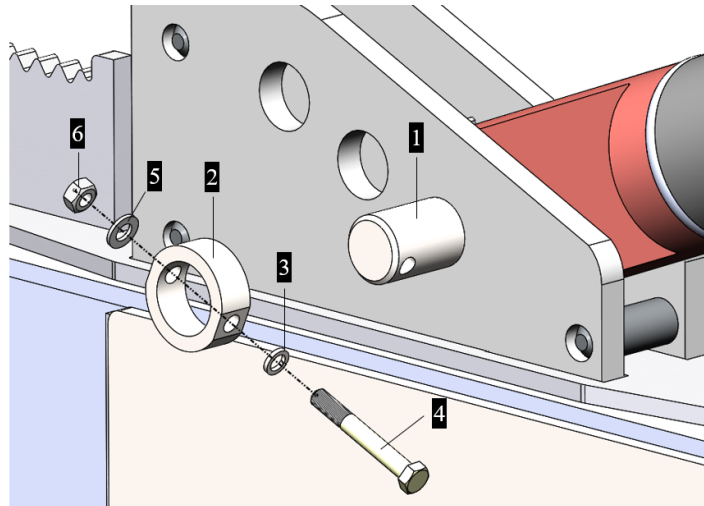

Рисунок 3.72. Демонтаж пальца гидроцилиндра перекоса отвала
- ▶ Извлечь стопорный болт 4, снять кольцо 2 и выбить палец 1 из толкающего бруса, удерживающего гидроцилиндр перекоса отвала, используя подходящий инструмент, см. рис. 3.72.